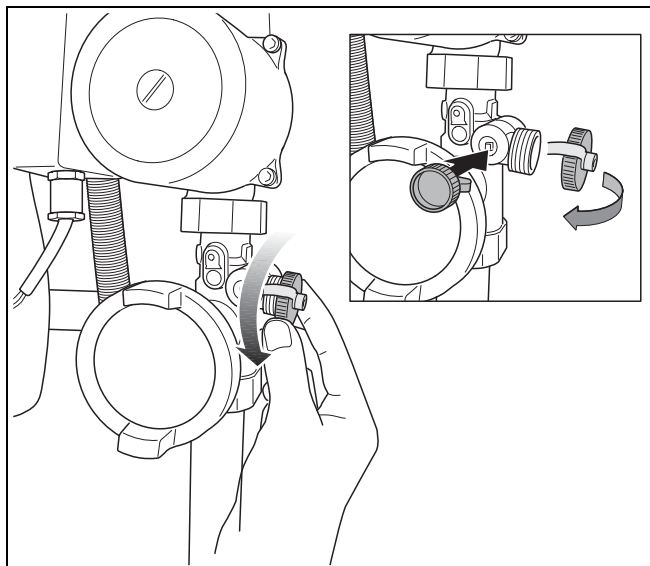

Fig. 9 Scoateți capacul Robinet de umplere și de golire
- Deșurubați clapeta de închidere (Fig. 9).